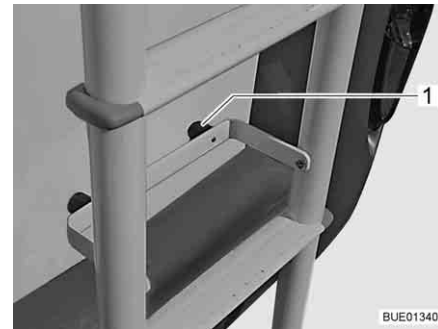

Bild 2 Klappbare Leiter, Leiter nach unten geklappt
- Schutzbügel mit den Gummipolstern (Bild 2,1) gegen die Fahrzeugrückwand legen.